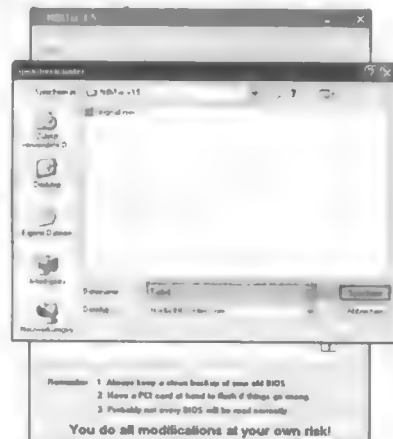

рис.11
8.1. Теперь нужно сохранить измененную версию BIOS в файл. Назовем его, например, Turbo. (рис.11)